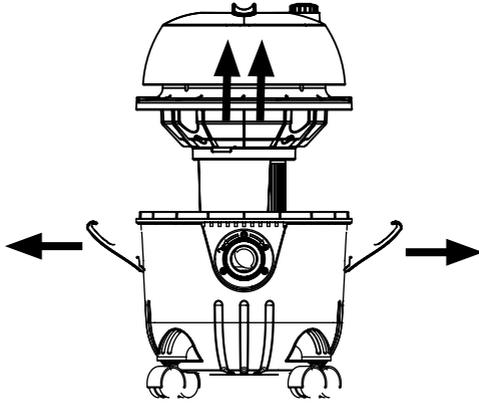

Fig.6
- Acoplar la tapa/cuerpo encima del depósito de polvo del aparato y cerrar las pestañas del depósito (Fig.6).